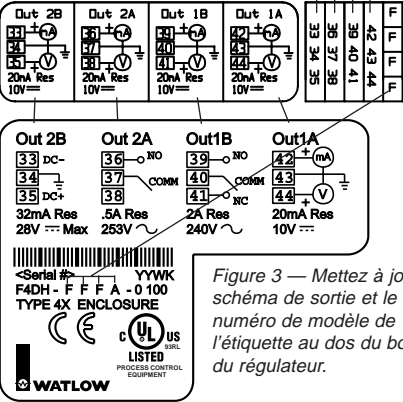

Figure 3 — Mettez à jour le schéma de sortie et le numéro de modèle de l'étiquette au dos du boîtier du régulateur.
*F3 図 3 - コントローラ ケースの裏面にあるラベルの出力図とモデル番号を新しくします。